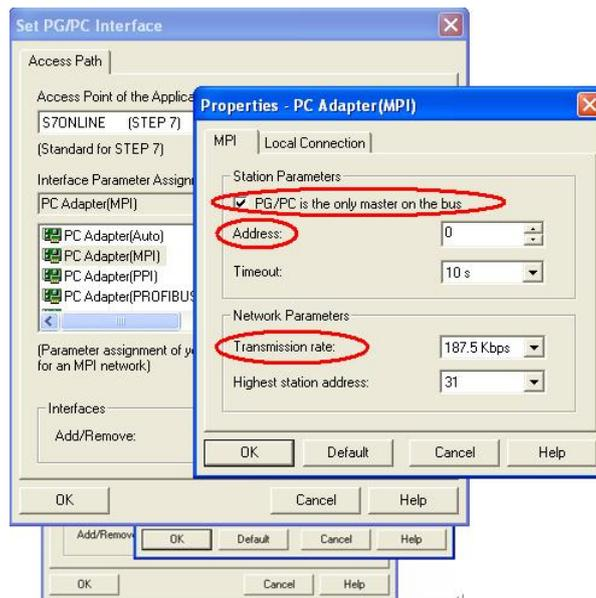

图 2.2.3
3. 在弹出属性对话框中，勾选 PG/PC is the only master on the Bus，地址采用默认地址 0，当然您也可以指定自己的地址，但是需要注意不能与在此网络上其他设备（包括前面的控制面板）的 MPI/Profibus 地址冲突（原则 1：一条总线上所有站的站地址一定不能重复）指定 Transmission rate 为 187.5kbps，此处，波特率的设置要与面板中协议指定的波特率相同（原则 2：一条总线上所有设备的通讯速率一定要一致），如图 2.2.3 所示。